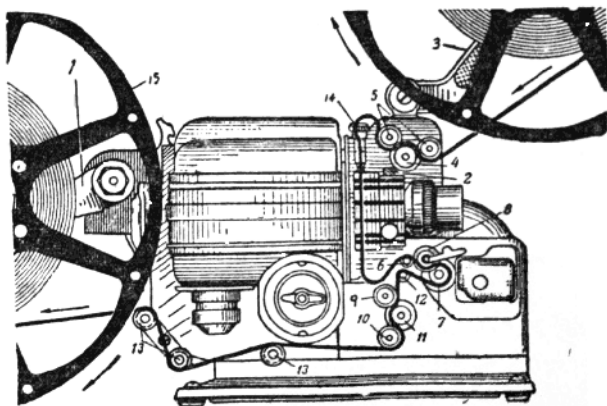

图5 放映机装好影片后的情况
1. 输片部分 它包括下列主要零件（参看图5）。
（2）滑轮——是使影片在输片部分按一定方向走动的机件。它的形状随所在位置的不同而有差别，因而作用也不一样。FL-16型放映机上共有滑轮10个，如图5中之5、6、8、12、9、10、13等。